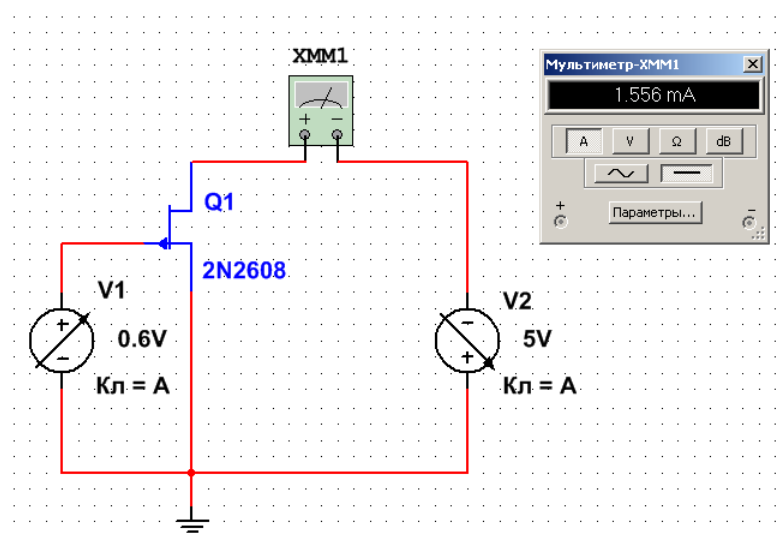

Рис.1. Схема для исследования полевого транзистора
1. Запустите программу Multisim (Electronics Workbench или любой аналог этой программы) и соберите схему для исследования полевого транзистора, изображенную на рис.1.